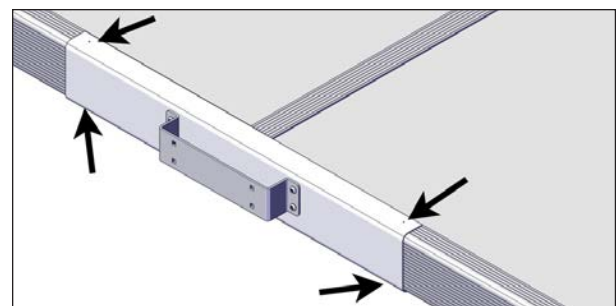
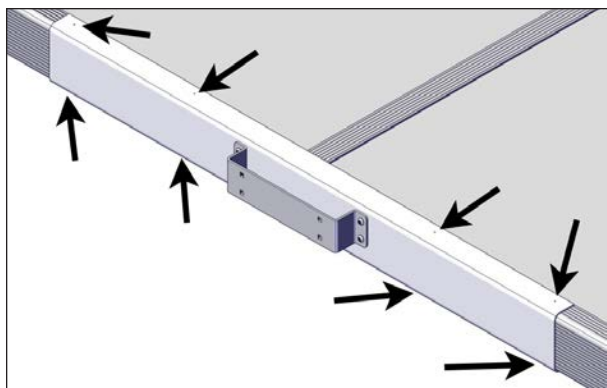

FIGURE 54: POSITION DES TROUS À PERCER (4) DANS LE RENFORT EN C COURT
FIGURE 55: POSITION DES TROUS À PERCER (8) DANS LE RENFORT EN C LONG
5. Les étapes suivantes présentent la procédure pour percer les trous dans le renfort en C. Il y a 4 trous à percer dans le renfort en C court (Figure 54) et 8 dans le renfort en C long (Figure 55).